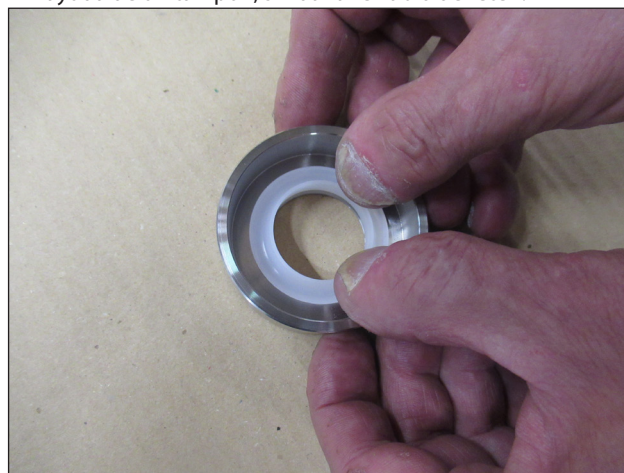

Fig. 28
- A) Montar el retén en el alojamiento del soporte (Fig. 28) con ayuda de un tampón, sin dañar el labio de retén.